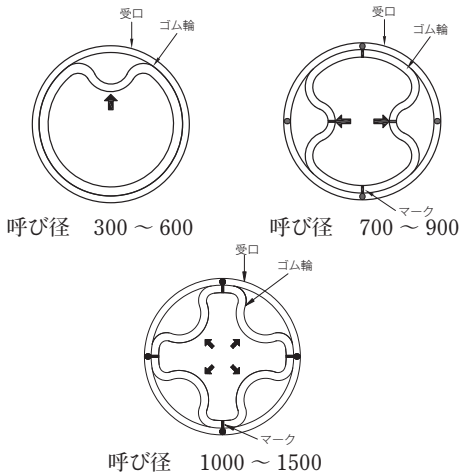

図4 ゴム輪のセット
- (2) ゴム輪をウエスなどで清掃した後、ヒール部を手前にして図4に示す形にして受口内面に収める。